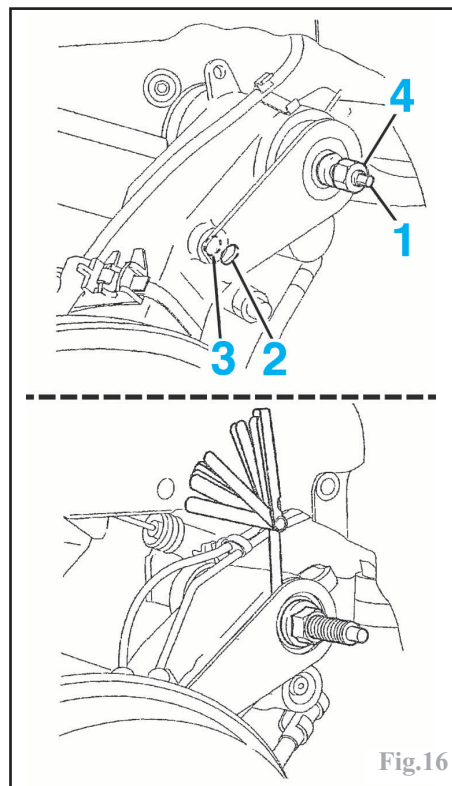

Fig.16
Visser une tige filetée (1) ou l'outil PSA 0538 H1 dans le taraudage de la barre (Fig.16).